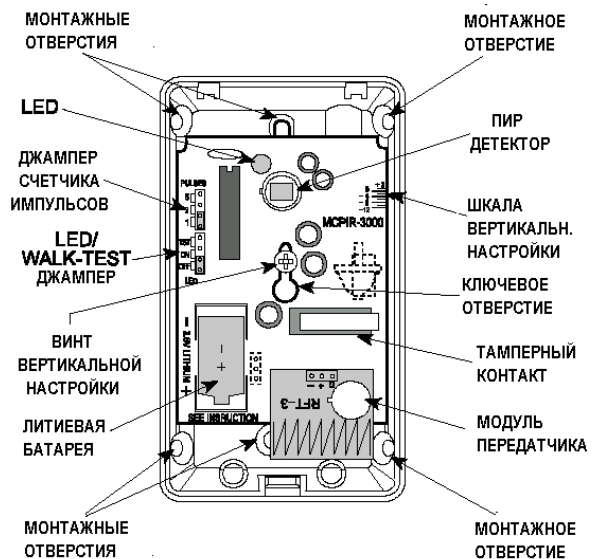

Рисунок 3. Расположение элементов.
- A. Установите батарею в держатели – соблюдая полярность (см. Рисунок 3)
- Примечание:** Для монтажа на стену используйте центральные отверстия. Для монтажа в углу используйте отверстия на угловых стенках корпуса (см. рисунок 3).